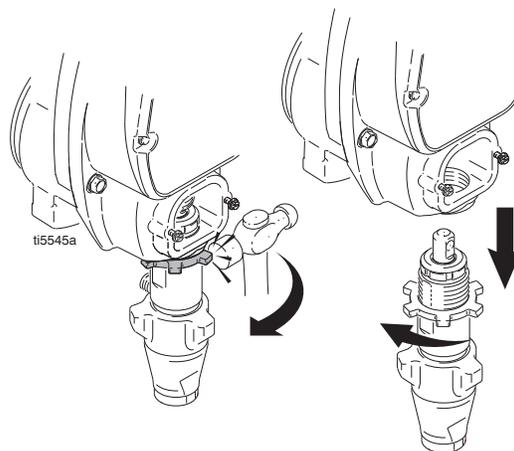

图 17
6. 图 17. 用榔头重重击打防松螺母，使其松开。将泵拧出。